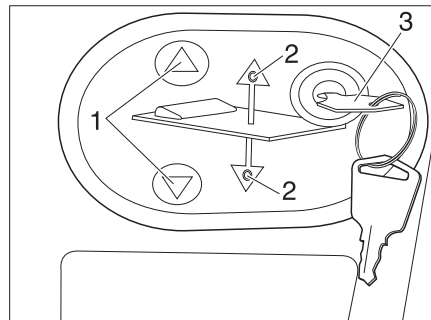

Fig. 159 Panel de mando de la cama elevada eléctrica
- Introducir la llave (Fig. 159,3) en el panel de mando.
- Pulsar y mantener pulsada la tecla (Fig. 159,1). La correspondiente LED (Fig. 159,2) se enciende y la cama elevada baja a la posición media y luego se detiene.
- Pulsar y mantener pulsada la tecla  (Fig. 159,1). El LED correspondiente (Fig. 159,2) se enciende y la cama elevada se mueve hasta abajo del todo.